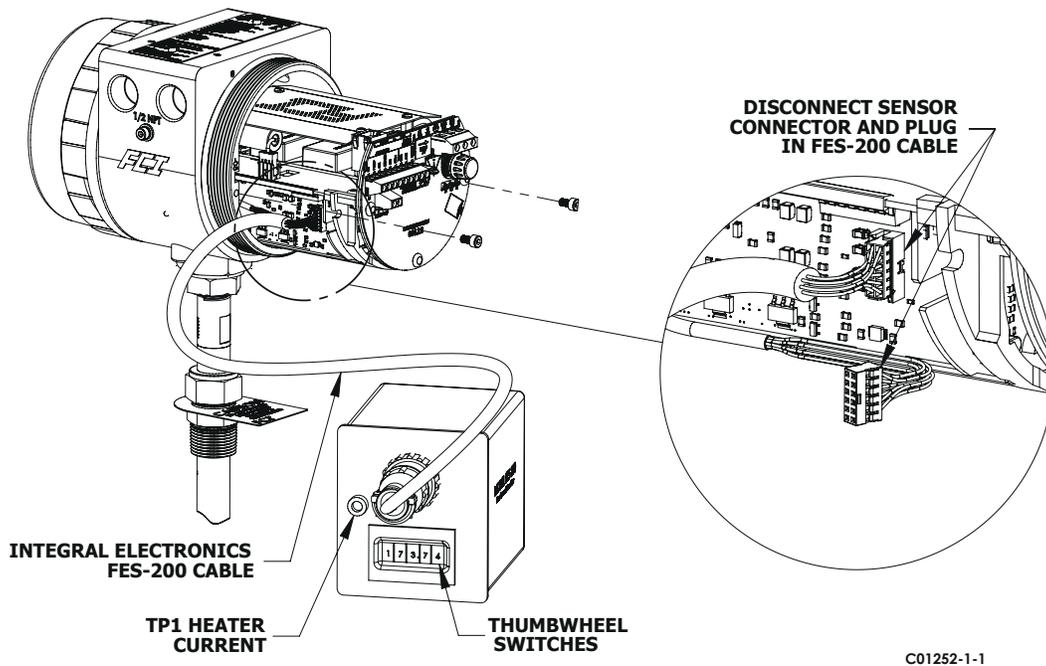

Figure 22 - Configuration intégrée
3. Débrancher le capteur de l'instrument et insérer le connecteur d'entrée du FES-200 dans le transmetteur. Voir les figures 22 à 24 pour les schémas des configurations intégrée ou distante. Des boîtes à décades de précision peuvent être utilisées à la place du FES-200. Voir la Figure 25 pour le câblage de la boîte à décades.